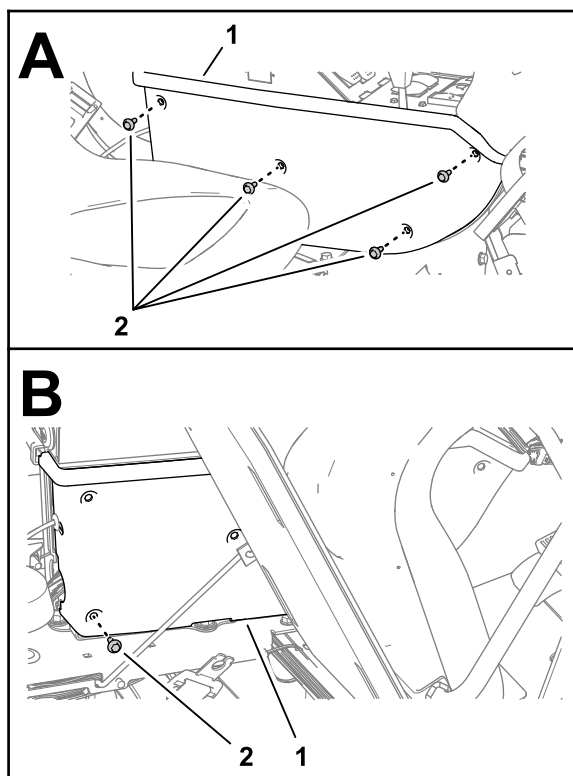

Figura 102
1. Retire los 4 tornillos con arandela prensada ($\frac{1}{4}$ " \times $\frac{3}{4}$ ") que sujetan el panel lateral de la consola central, como se muestra en la **Figura 102**.